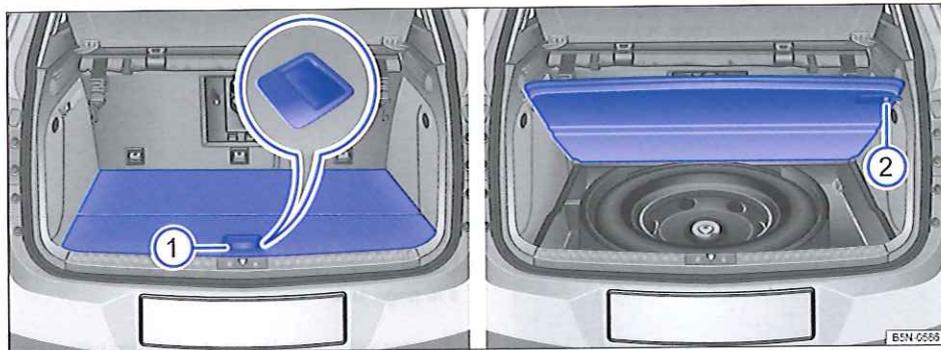

Fig. 104 Dans le coffre à bagages : ouverture et fixation du plancher modulable de coffre à bagages.
- Pour *ouvrir* le plancher de coffre à bagages, saisissez la poignée ⇒ fig. 104 ① et relevez entièrement le plancher de coffre à bagages.
- Pour le *fixer*, poussez la goupille d'arrêt ② vers la droite.
- Pour *fermer* le plancher de coffre à bagages, poussez la goupille d'arrêt ② vers la gauche et abaissez le plancher de coffre à bagages.
Un support en mousse avec roue d'urgence ⇒ fig. 104 ou un système de rangement ⇒ fig. 106 peut se trouver sous le plancher modulable de coffre à bagages. Pour la dépose, retirez si nécessaire la roue d'urgence ⇒ page 360 et soulevez le support en mousse ou le système de rangement pour l'extraire du coffre à bagages.